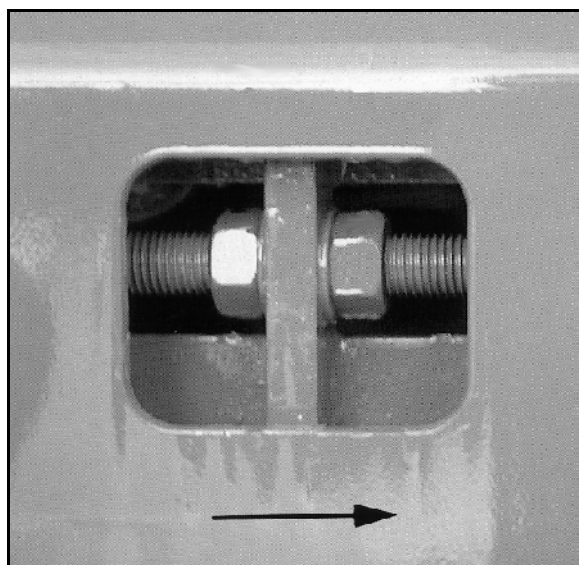

Fig. 80
1. Visto en sentido de marcha (véase la flecha), aflojar las contratuercas traseras (Fig. 80/1) situadas a ambos lados girándolas hacia la izquierda.
2. Visto en sentido de marcha (véase la flecha), girar las tuercas (Fig. 80/2) a ambos lados hacia la izquierda y de forma regular.
El recorrido de ajuste de las tuercas (Fig. 80/2) debe ser igual a ambos lados de la base de la cinta. No girar las dos tuercas (Fig. 80/2) más de media vuelta de llave. Apretar las contratuercas y comprobar si la marcha de la cinta vuelve a ser regular.